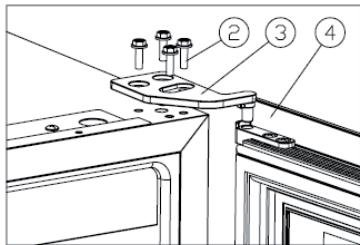

Abbildung 1
2. Lösen Sie die M5 x 16-Schrauben (2), nehmen Sie das rechte obere Türscharnier heraus und entfernen Sie die Tür (siehe Abbildung 1).